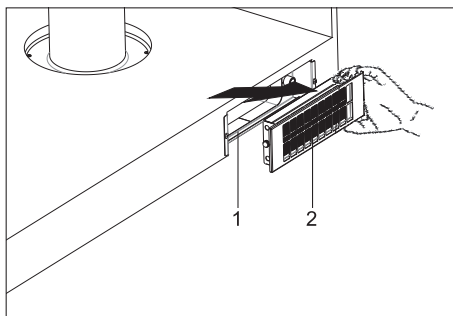

Abb. 26
1. Nehmen Sie Aktivkohlefilter (Abb. 26/2) in die richtung des pfeils (Abb. 26).